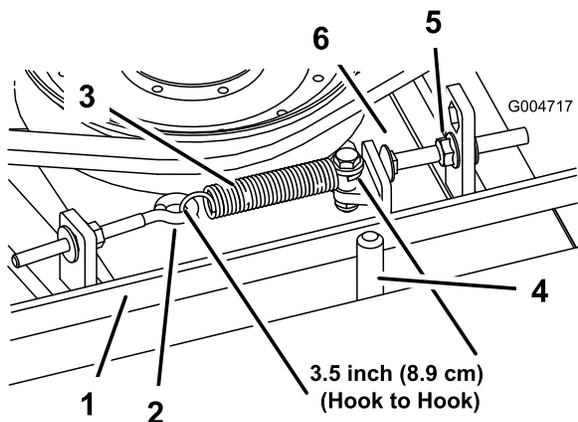

Figure 65
environ $8,9 \text{ cm} \pm 6,3 \text{ mm}$ (intérieur). Lorsque le ressort est correctement tendu, ajustez le boulon de butée (boulon de carrosserie) jusqu'à obtention d'un jeu d'environ $3,2 \text{ mm} \pm 1,5/0,0 \text{ mm}$ entre la tête du boulon et le bras de la poulie de tension (Figure 65).
Remarque: La courroie doit être placée du côté ressort du guide (Figure 65).
3. Desserrez le boulon à œil pour pouvoir enlever le ressort d'extension (Figure 65).
Remarque: Reculez l'écrou suffisamment pour que le bras de la poulie de tension passe le boulon de butée (Figure 65). Éloignez la poulie
- Remarque:** La courroie doit être placée du côté ressort du guide (Figure 65).
11. Raccrochez le ressort d'extension (Figure 65) au boulon à œil et tendez la courroie comme suit :